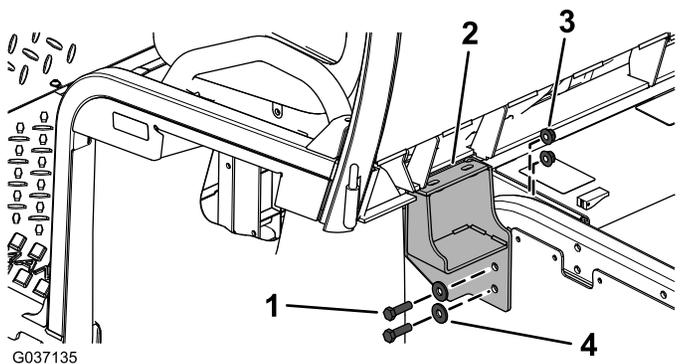

Figura 7
- Instale provisionalmente los soportes izquierdo y derecho de la cabina con pernos de cabeza hexagonal (⅜" x 1¼"), arandelas (⅜") y tuercas con arandela prensada (⅜"), tal y como muestra en la Figura 7.
7. Apriete los soportes izquierdo y derecho y apriete los pernos a 58 N·m, tal y como se muestra en la Figura 7.